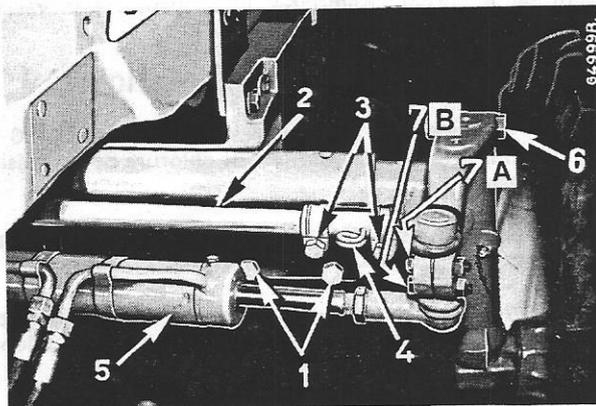
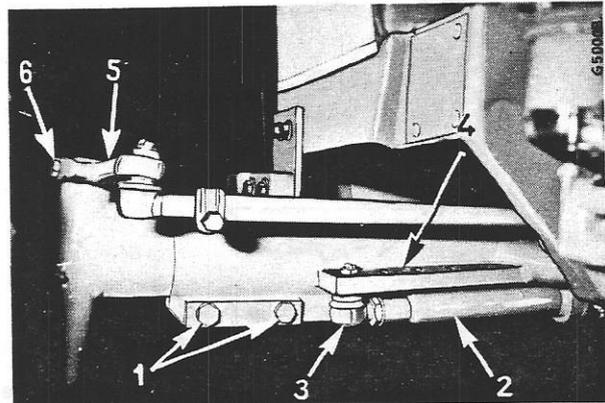

Figure 29
Figure 30
pourvues chacune de trois encoches et leur fixation est assurée au moyen des boulons (1, figures 29 et 30).
Otez les boulons de fixation (1, fig. 29).
Tirez ensuite vers l'extérieur les extensions d'essieu d'une égale distance de chaque côté de façon à obtenir la largeur de voie désirée. Pour les tracteurs équipés de direction assistée, remettez en place la rotule interne (3, fig. 30) du vérin de direction dans le trou respectif de la barre de
réglage (4). Alignez les encoches de fixation. Insérez les boulons (1, fig. 29 et 30) et serrez-les au couple requis.
REMARQUE : L'intervalle entre les trous de la barre d'accouplement (2, fig. 29) et la barre de réglage (4, fig. 30) correspond pour les 2 extensions d'essieu au saut d'un cran.
REMARQUE : Au bout de 20 heures d'utilisation, contrôlez le couple de serrage des boulons de fixation (1, fig. 29 et 30) de l'essieu avant.